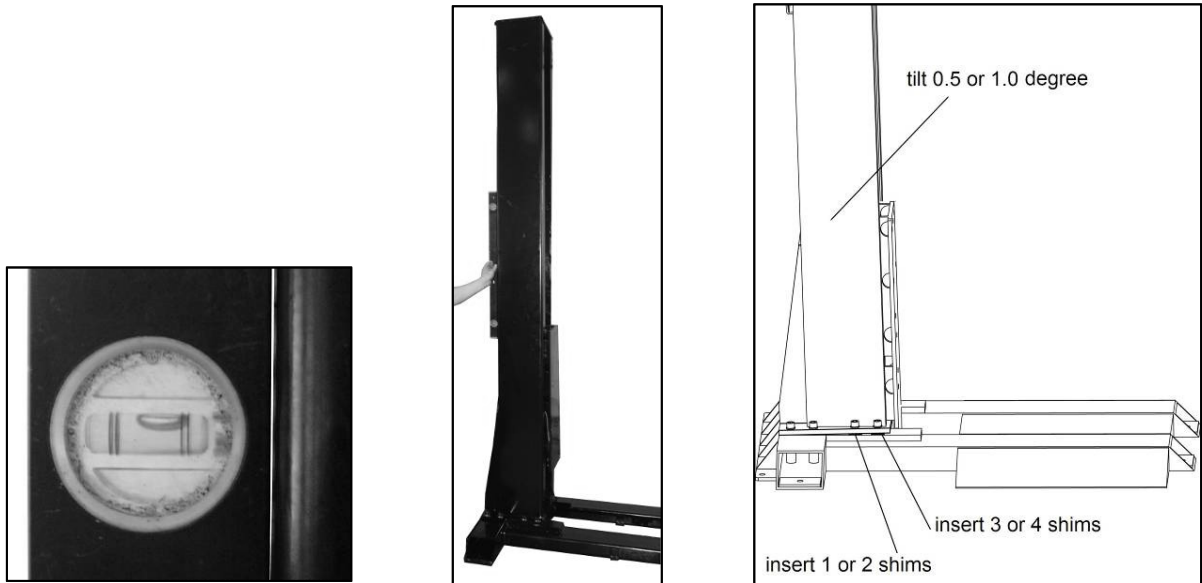

Figura: 5-A, B, C, D Installazione della colonna (2)
- 5) Per garantire che la colonna sia verticale quando i veicoli sono parcheggiati su di essa, è necessario impostare un angolo di inclinazione compreso tra 0,5° e 1,0° utilizzando spessori alla base della colonna. (Fig. 5-A, B, C)